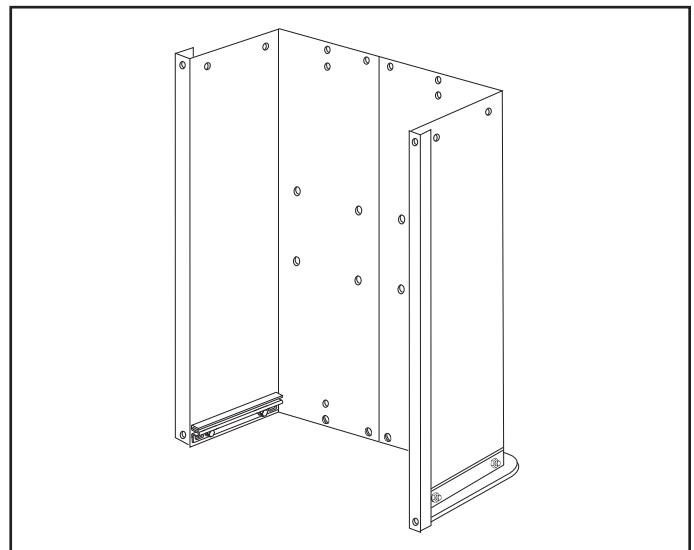

FIGURE 4
8. Carefully reverse the position of the cart so that it rests on the end with the just assembled tailgate reinforcement bracket, as shown in figure 4. Proceed with the assembly steps which follow.
8. Renversez avec précaution la position de la remorque de telle sorte qu'elle repose sur la partie arrière, sur le support de consolidation de hayon qui vient juste d'être assemblé, comme montré dans la figure 4. Procédez ensuite aux étapes de montage qui suivent.